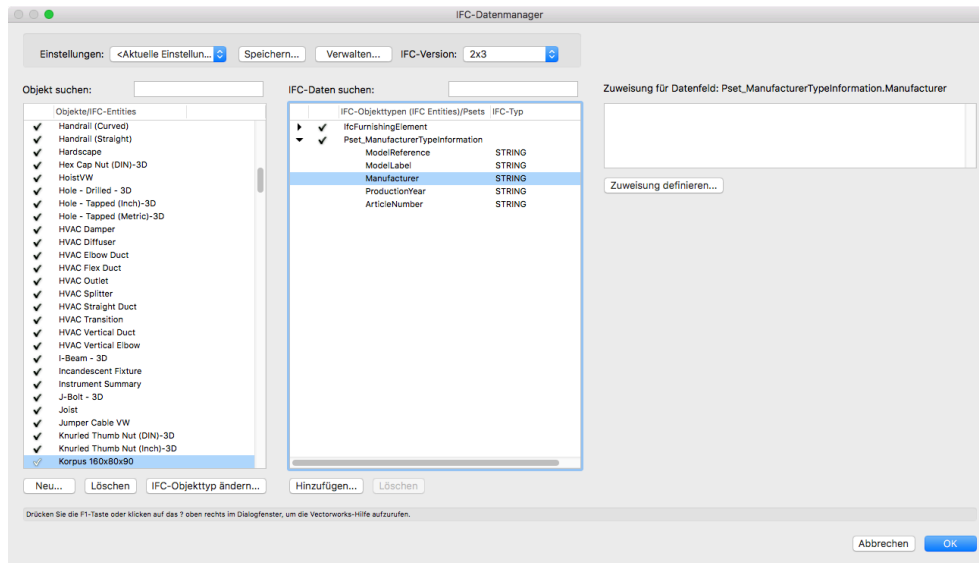

BILD 19
2. Aktivieren Sie das gewünschte Datenfeld. Wählen Sie z. B. „Manufacturer“ im Eigenschaftenset „Pset\_ManufacturerTypeInfoInformation“ (BILD 19).